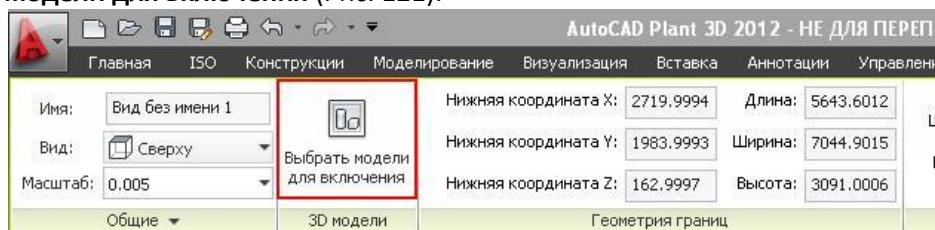

Рис. 121
- Чтобы в двухмерный чертеж попали другие файлы проекта (трубопроводы, оборудование, металлоконструкции и др.), нажмите на ленте кнопку **Выбрать модели для включения** (Рис. 121).